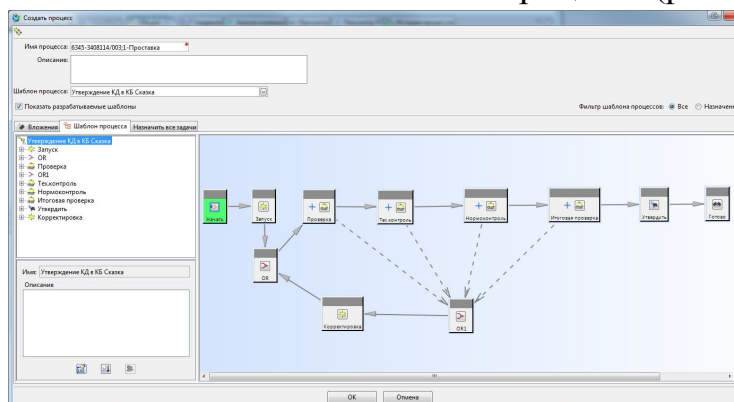

Рис. 40
2. В окне **Создать процесс** можно ознакомиться с шаблоном процесса (рис.40).